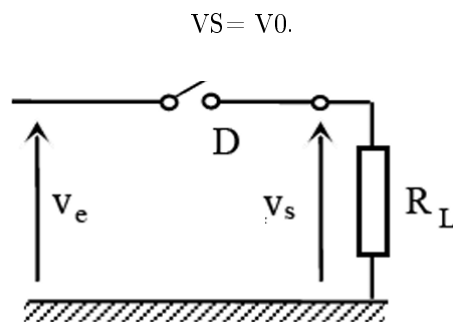

FIGURE 4.5 – Montage simple alternance (diode bloquée)
- * Lorsque le signal appliqué à l'entrée est de polarité négative, la diode se bloque et le circuit équivalent au circuit de redressement est donné par la figure 4.5 . On constate que la résistance de charge R_L n'est parcourue par aucun courant :